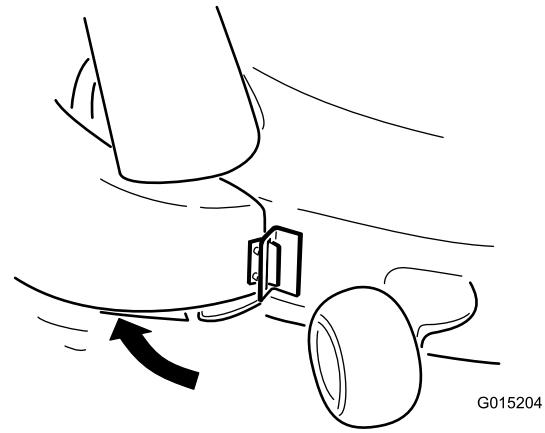

Figure 12
2. Pivotez l'éjecteur en arrière, pour le mettre de niveau avec le plateau de coupe (Figure 12).